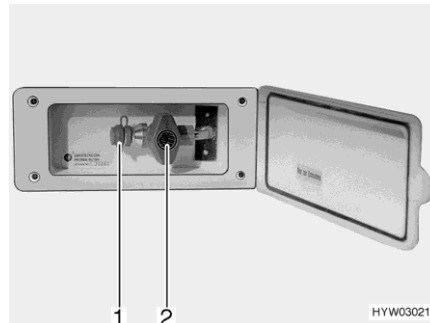

Fig. 63 Raccordement externe de gaz (robinet d'arrêt de gaz fermé)
- Raccorder l'appareil à gaz externe sur le raccord (Fig. 63,1).
- Ouvrir le robinet d'arrêt de gaz (Fig. 63,2).